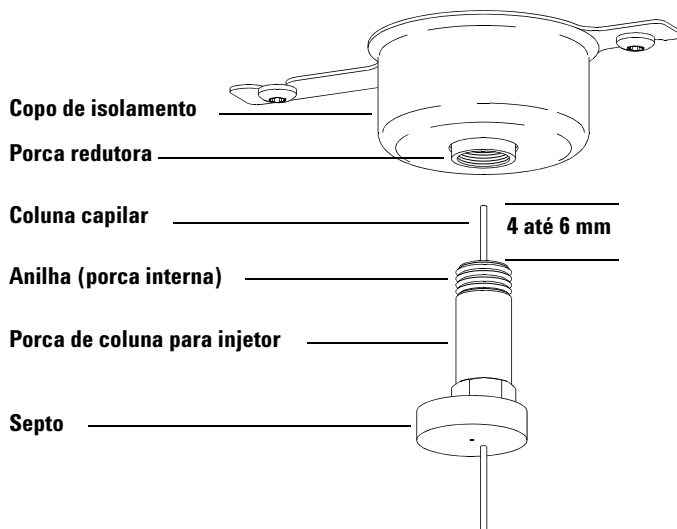

Figura 4 Instalação de coluna capilar para um injetor com divisor/sem divisor
- 7 Posicione a coluna de forma que ela se estenda por 4 a 6 mm além da extremidade da anilha. (Consulte Figura 4).